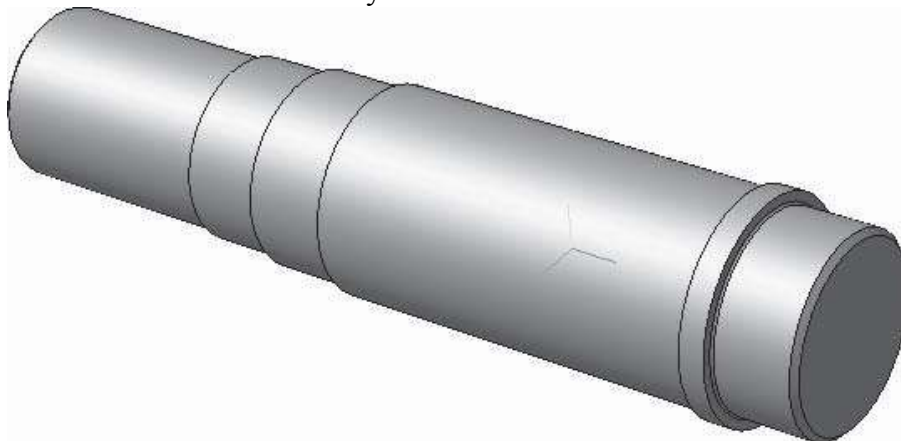

Рисунок. 2.3 – Початок формування моделі вала
2. Натисніть кнопку *Операція обертання* на панелі *Редагування деталі*. Оскільки контур ескіза не замкнений, то операція автоматично буде налаштована на створення тонкостінного тіла. Щоб цього уникнути, на панелі властивостей обов'язково натисніть кнопку *Сфероїд*, після чого перейдіть на вкладку *Тонка стінка* і в списку *Тип побудови тонкої стінки* виберіть пункт *Немає*. Натисніть кнопку *Створити об'єкт* для завершення виконання операції обертання (рис. 2.3).